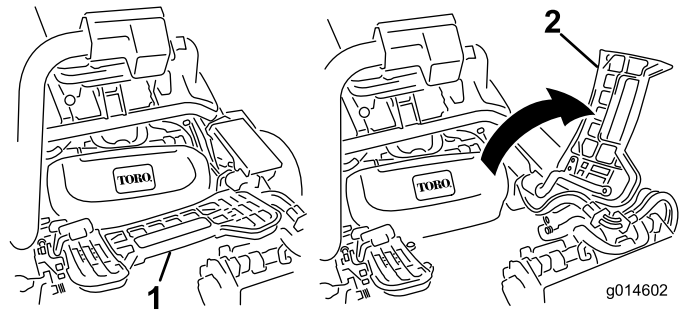

Bild 29
1. Heben Sie die Fußplattform an und schwenken sie in die geöffnete Stellung, um die Stellung der mittleren Schneideinheit zugänglich zu machen (Bild 29).